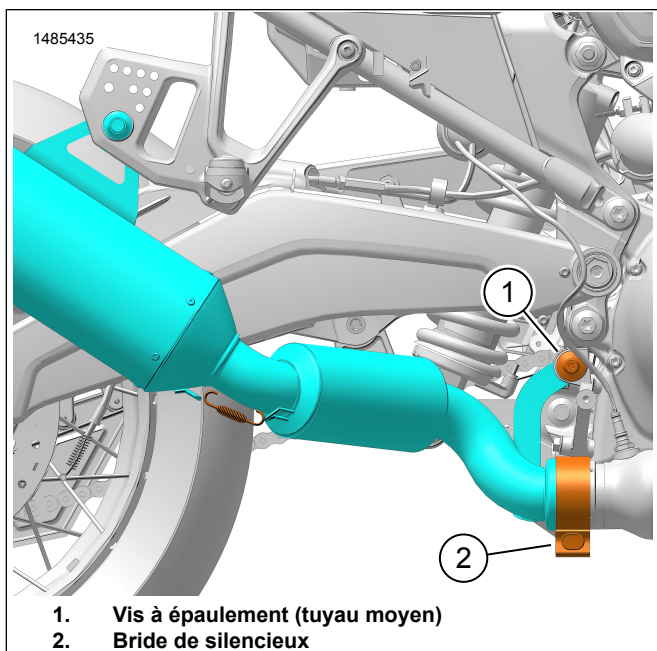

Figure 6. Vis de support de montage
7. Figure 6 Appliquer de l'adhésif frein-filet sur la vis à épaulement du tuyau médian (1) antérieurement retirée.